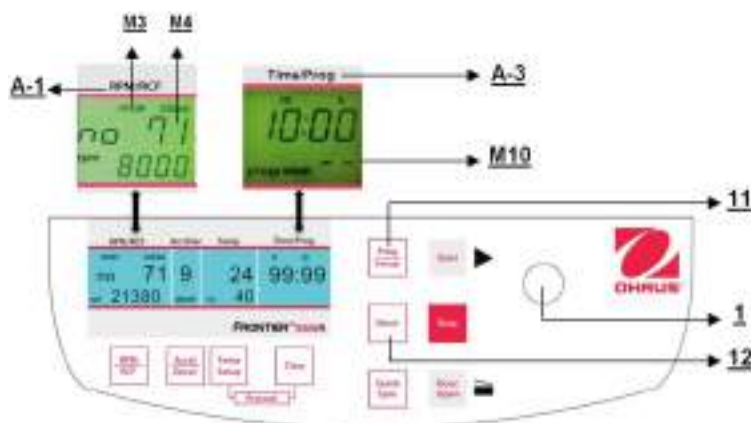

Figure. 25
Pour rappeler des programmes mémorisés, appuyer sur la touche **"Prog/Setup"** (11) (voir la figure 25) alors que le couvercle est déjà fermé. Sur l'affichage **"Time/Prog"** (A-3), le mot **"programm--"** (M10) apparaît. Le numéro de programme désiré peut être présélectionné avec le bouton de réglage (1).
Pour quitter le mode de programmation, appuyer simplement sur la touche **"Prog/Setup"** (11) (voir la figure 25).